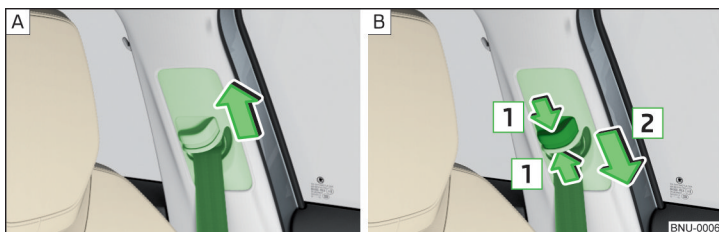

Fig. 18 Réglage de la hauteur de la ceinture sur les sièges avant
- ▶ Tirer la tige **vers le haut** dans le sens de la flèche » fig. 18 - [A].
- ▶ **Ou :** Enfoncer la protection dans le sens de la flèche **1** et déplacer la tige **vers le bas** dans le sens de la flèche **2** » fig. 18 - [B].